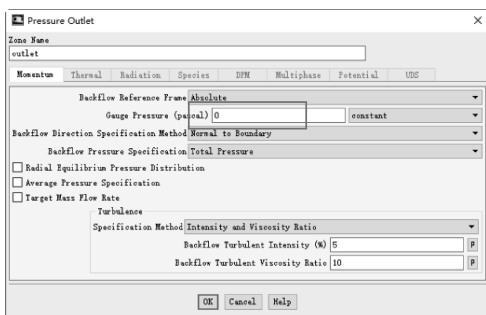

图 11-173 设置出口边界
(3) 单击【Zone】→【outlet】→【Type】= pressure-outlet, 单击【Edit...】, 保持弹出的对话框中的设置, 单击【OK】关闭对话框, 如图 11-173 所示。